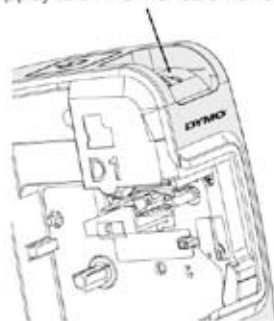

Figure 8
- 3 Appuyez sur le bouton Outil de coupe. Voir Figure 8.